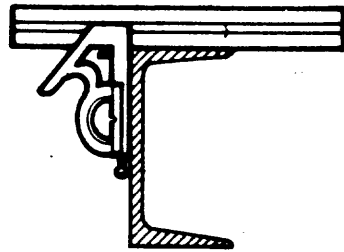

Fig. 8
2. Para comprobar el escuadrado de perfiles (fig. 8).